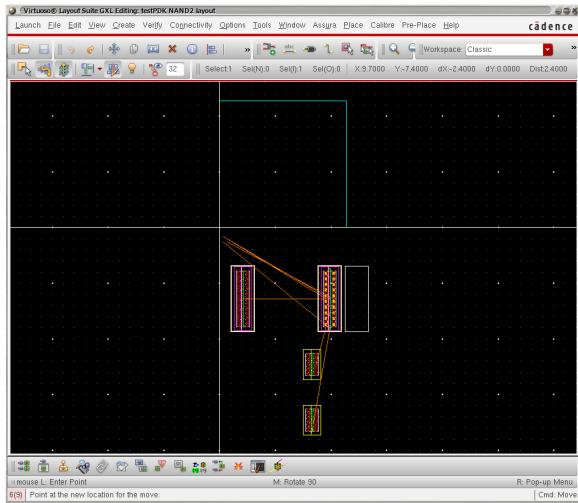

図 27: 配線接続のフライトライン
1. 自動で生成されたレイアウト中の右側の PMOS トランジスタを Move コマンド (“m” キー) で Move してみる。すると、図 27 に示すようにトランジスタの各端子から、オレンジ色の線(ライトライン)が表示される事が分かる。この線が各端子の接続関係を示しており、この線にしたがってレイアウトを行えば基本的には LVS エラーは発生しないはずである。